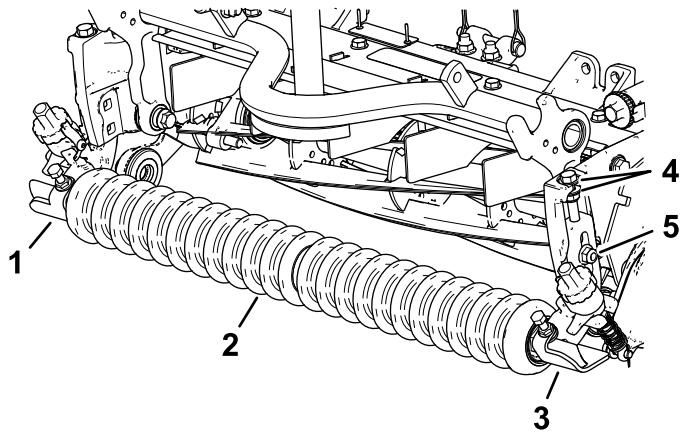

Figura 9
1. Instale provisionalmente los conjuntos izquierdo y derecho de los soportes de altura de corte y el conjunto del rodillo delantero en las chapas laterales de la unidad de corte, con los pernos de cuello cuadrado y las contratuerca que retiró anteriormente (Figura 9).